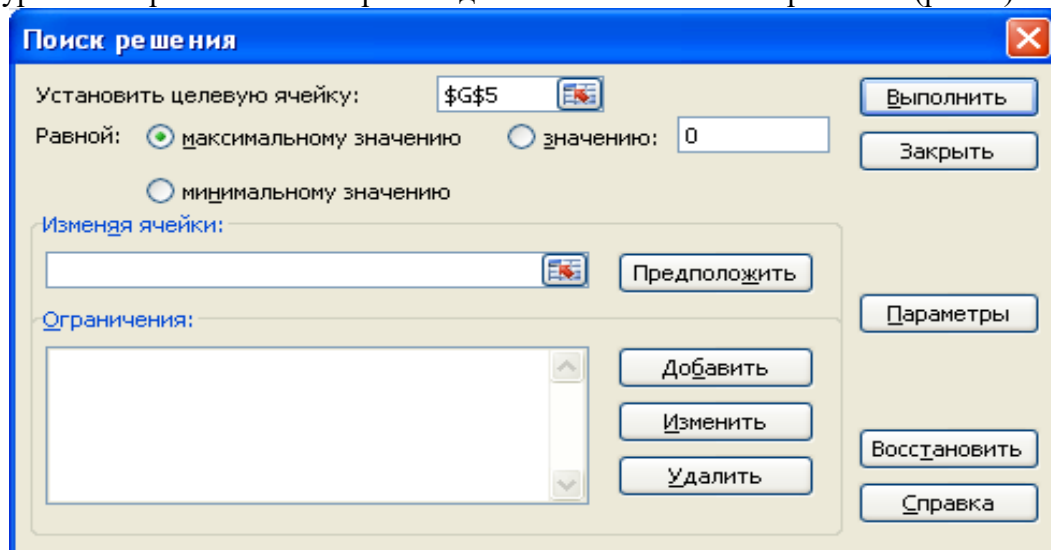

Рис.2 Поиск решения
8. Выбираем вкладку Данные и в ленте в разделе Анализ щелкаем мышью по аббревиатуре Поиск решения — откроется диалоговое окно Поиск решения (рис. 2).